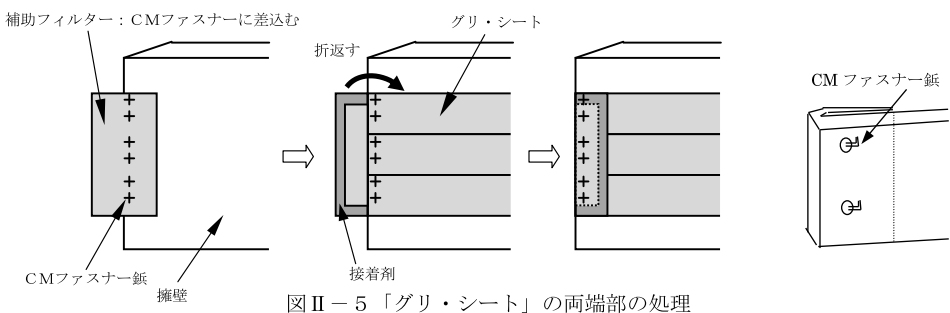

図 II-5 「グリ・シート」の両端部の処理
- (1) CMファスナー鉋の接着強度を確認した後、「グリ・シート」を墨出しに従い取付ける。(夏場3時間、冬場16時間程度経過後を目安とする。)
- (2) 補助フィルターを左右両端部のCMファスナーに取付ける。(図 II-5)
- (3) 「グリ・シート」の取付けは、擁壁側のフィルター耳が上を向くようにしてCMファスナー鉋に差し込み、スプリングワッシャーで押さえ込んだ後、ピン先を折り曲げて固定する。この時、上段「グリ・シート」のフィルター耳を差し込んでからスプリングワッシャーで止める。
- (4) 芯材を直接突合わせて下段から順々に上段に向かって「グリ・シート」を取付けていく。
「グリ・シート」の両端部から土が入り込まないように補助フィルターで覆い、接着剤で止める。接着剤の塗布量は5mm幅(10ml/m)で塗布する。又は「グリ・シート」をあらかじめ20cm程度長く張付けておき、長い部分の芯材を切り取り、余ったフィルターを折り曲げ処理する。(図 II-5)